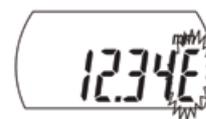

Fig. 2
2. A letra "E" apresentada no mostrador ao final dos dígitos numéricos durante o movimento do fuso, de início não indica uma falha. No entanto, se for exibido continuamente, entre em contato com o nosso serviço de assistência técnica. **(Fig. 2)**